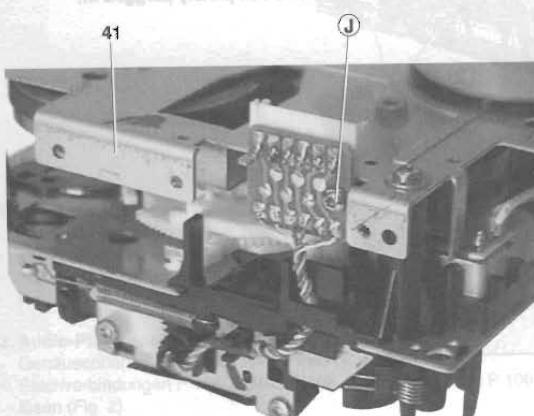

Fig. 8
- Schraube **Q** herausdrehen und Buchsenplatte abnehmen (Fig. 8).
- Undo the screw **J** and take out the socket board (Fig. 8).